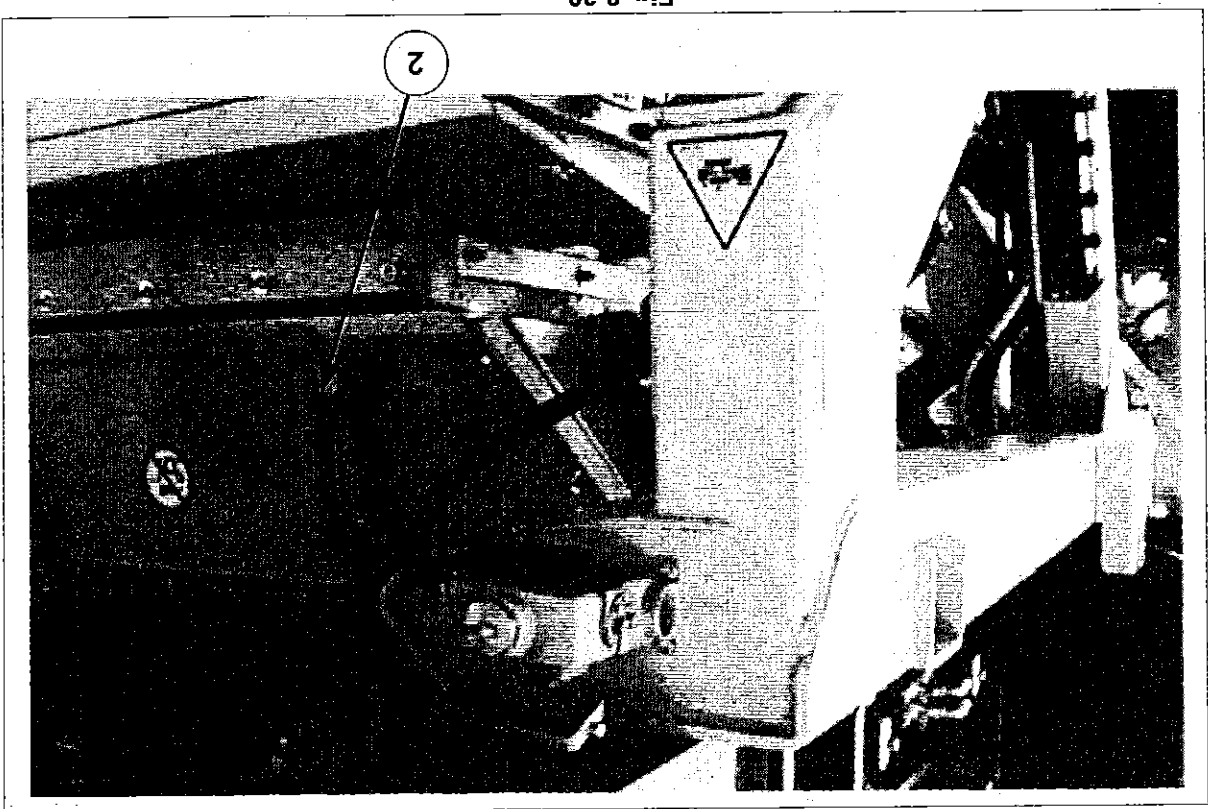

Fig. 8-30
- 2) Togliere la parete posteriore della tramoggia del nastro part. 2 di fig. 8-30.